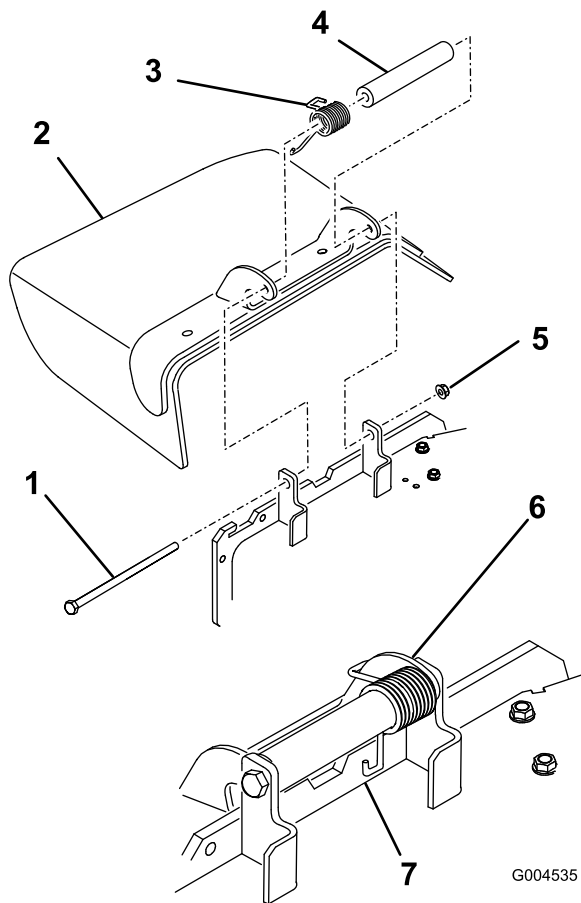

Figura 61
1. Retire la contratuerca, el perno, el muelle y el espaciador que sujetan el deflector a los soportes de pivote (Figura 61). Retire el deflector de hierba dañado o desgastado.
Nota: Asegúrese de colocar el extremo en del muelle detrás del reborde de la plataforma antes de instalar el perno, según muestra Figura 61.
3. Instale el perno y la tuerca Coloque el extremo del muelle alrededor del deflector de hierba (Figura 61).